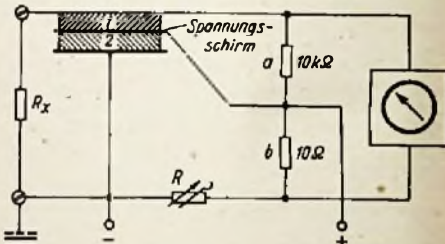

Bild 121. Spannungsschirmschaltung in der Brücke nach Bild 119
Günstig gelöst ist die Beseitigung des Nebenschlußfehlers, der üblicherweise durch den Isolationswiderstand zwischen den R_x -Anschlußklemmen verursacht wird. Bild 121 zeigt hierzu die grundsätzliche Schaltanordnung mit $a = 10 \text{ k}\Omega$ und $b = 10 \Omega$, entsprechend dem Bereich 10...100 M Ω . Eine R_x -Klemme liegt an der allgemeinen Minusleitung, die andere wird isoliert (1) auf einem mit der positiven Speisepannung verbundenen Spannungsschirm aufgebaut, der gegen die Minusleitung isoliert (2) ist. Die Montageplatten aller Schaltglieder (Tiefpaß usw.) befinden sich ebenfalls auf dem Potential der positiven Speisepannung, und sind mit der Meßdiagonale galvanisch verbunden. Der Isolationswiderstand zwischen Meßklemme und Spannungsschirm liegt so dem Verzweigungswiderstand $a = 10 \text{ k}\Omega$ parallel, während sich der Isolationswiderstand zwischen Spannungsschirm und Minusleitung parallel zur Speisediagonale befindet. Wie man sieht, muß hier der Isolationswiderstand (1) nur die Bedingung erfüllen, daß $a = 10 \text{ k}\Omega$ nicht mehr als etwa 0,05% gefälcht wird. Dies entspricht einem Isolationswert von rund 20 M Ω , ein Betrag, der bei Verwendung eines hochwertigen Isoliermaterials auch unter ungünstigen klimatischen Bedingungen unschwer zu halten sein wird.